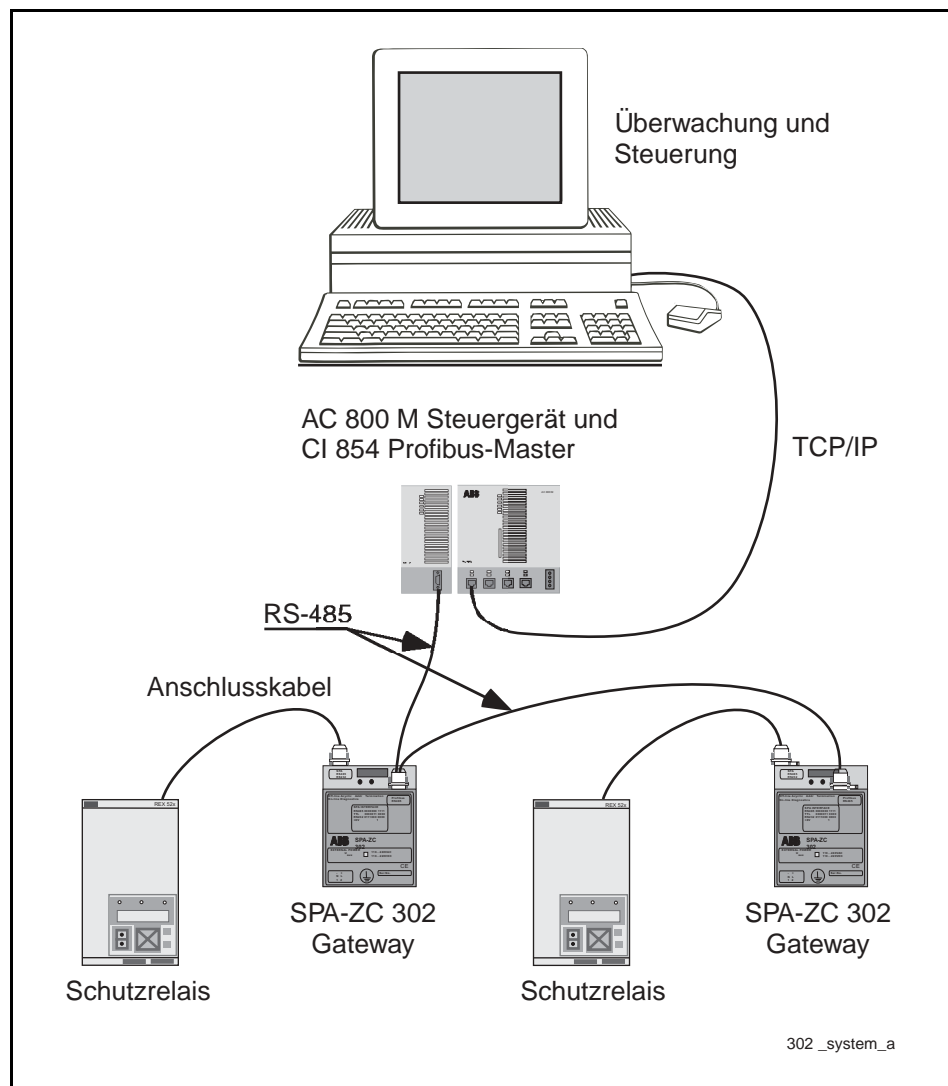

Bild 3.1.-1 Ein typischer Systemaufbau
3. Schließen Sie das SPA-Kommunikationskabel zwischen das SPA-Relais und den D-Anschluss des SPA-ZC 302 an. Für Details, sehen Sie Bild 3.1.-1.